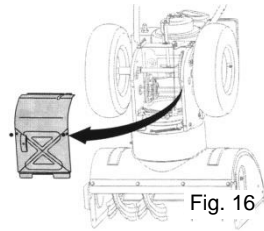

Fig. 16
3. Îndepărtați plafonul carcasei din partea de jos a aruncătorului de zăpadă înlăturând cele patru șuruburi de tablă ce îl fixează. Vezi Fig. 16.